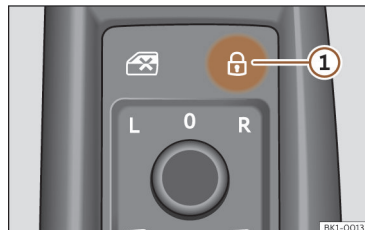

Fig. 88 Na porta do condutor: interruptor do fecho centralizado.
- Trancar: pressione o botão  >>> **Fig. 88.**
- Destrancar: pressione outra vez o botão  >>> **Fig. 88.**